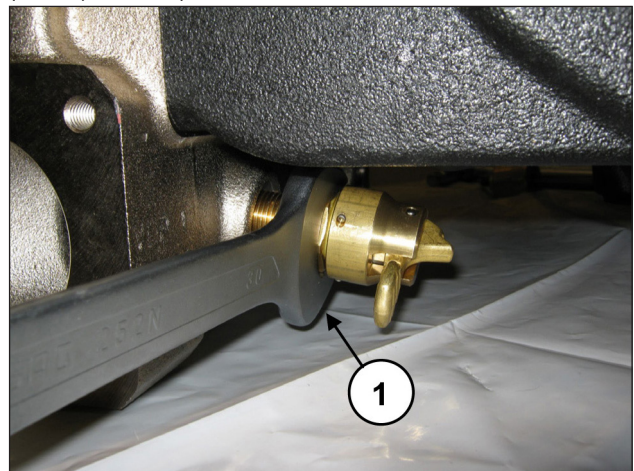

Abb. 139
Drehen Sie den Ventilöffner mit einem 30 mm Schlüssel ab (Pos. ①, Abb. 139).